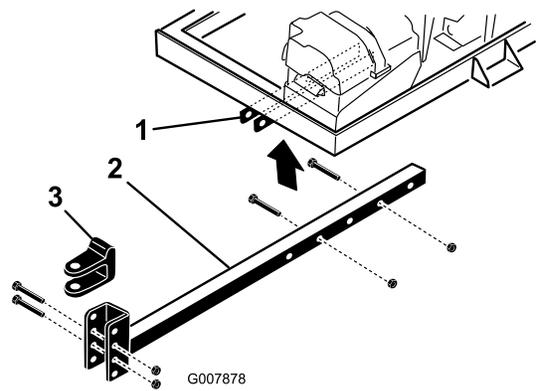

图4
- 将挂钩管插入机架支架图4。用 2 个螺栓 $\frac{5}{8}$ x 3 英寸和凸缘螺母 $\frac{5}{8}$ 英寸将挂钩管固定到机架上并上紧扭矩至 40N·m。
- 卸下将挂钩 U 形销图4固定到挂钩管上的螺栓和锁紧螺母。
- 卸下将挂钩管固定到机架支架的螺栓和螺母图4。